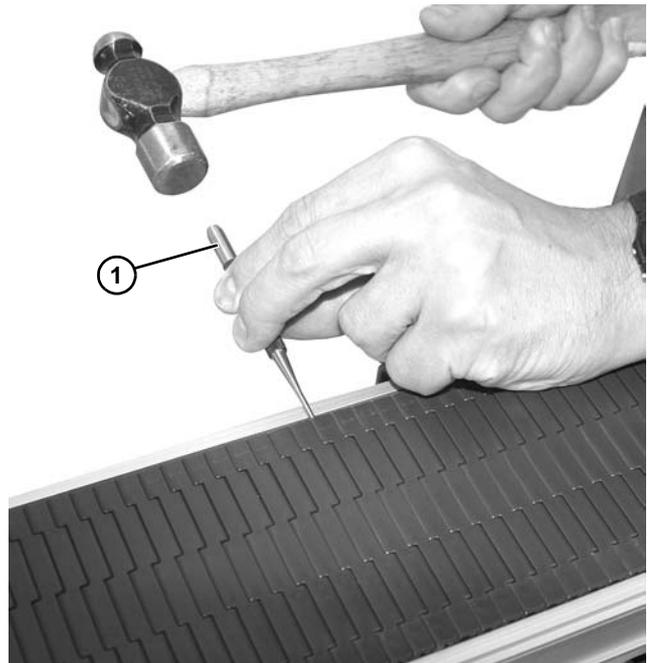

Abbildung 34
2. Stanze (**Abbildung 34, Teil 1**) in die nicht haltende Seite des Bandes einsetzen und Stab herausdrücken.